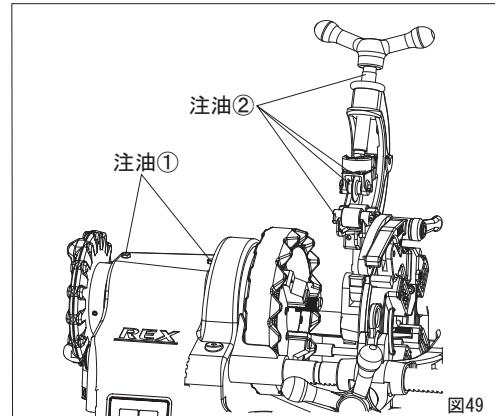

図49
1. 注油 (図49)
月に1度程度、グリスを主軸部に注油してください。(図49-①)
ねじ部、ローラ軸、刃など、可動部には使用毎にスピンドル油またはマシン油を注油してください。(図49-②)